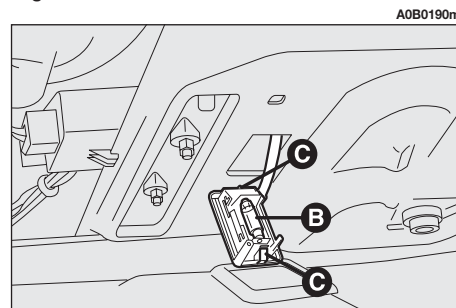

fig. 65
– Remplacer l'ampoule (**B-fig. 65**), de type cylindrique, en la tirant vers l'extérieur et en vérifiant que l'ampoule neuve soit correctement placée entre les contacts.
– Remonter le transparent jusqu'à entendre le déclic de blocage des agrafes (**C-fig. 65**).